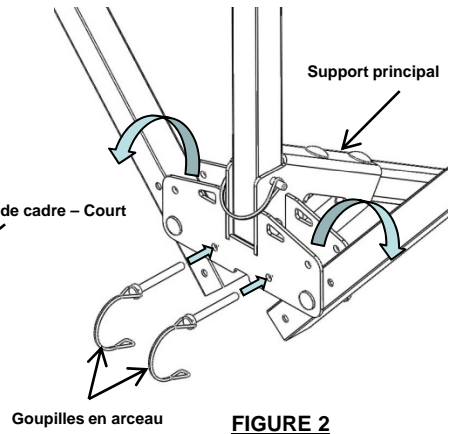

FIGURE 2
2. Tourner les tubes latéraux jusqu'à la position horizontale, comme illustré. Verrouiller les tubes latéraux en place à l'aide des goupilles en arceau en position basse, comme illustré. (Fig. 2)